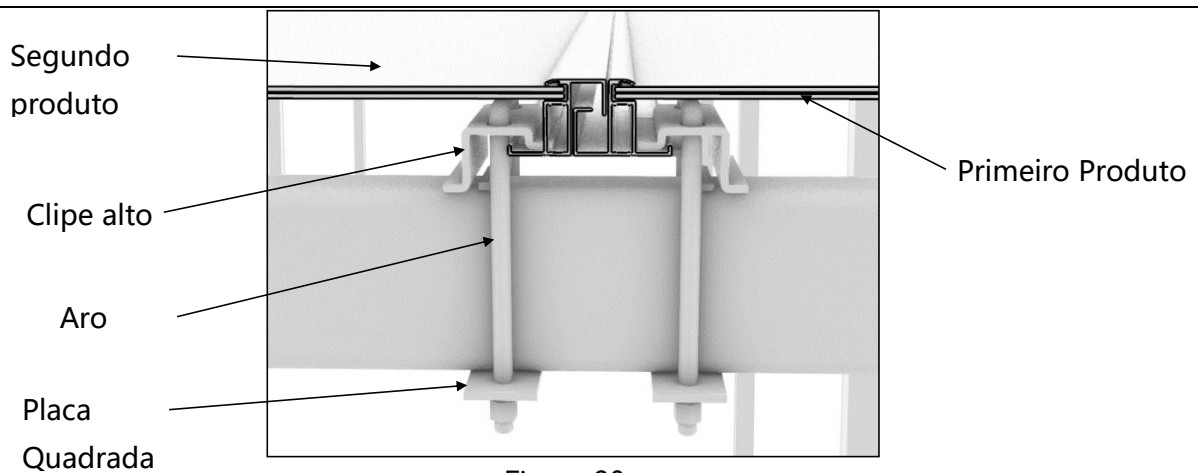

Figura 20
- ⑩ Fixe as conexões na parte inferior direita do produto e a vista em corte é mostrada na Figura 20.